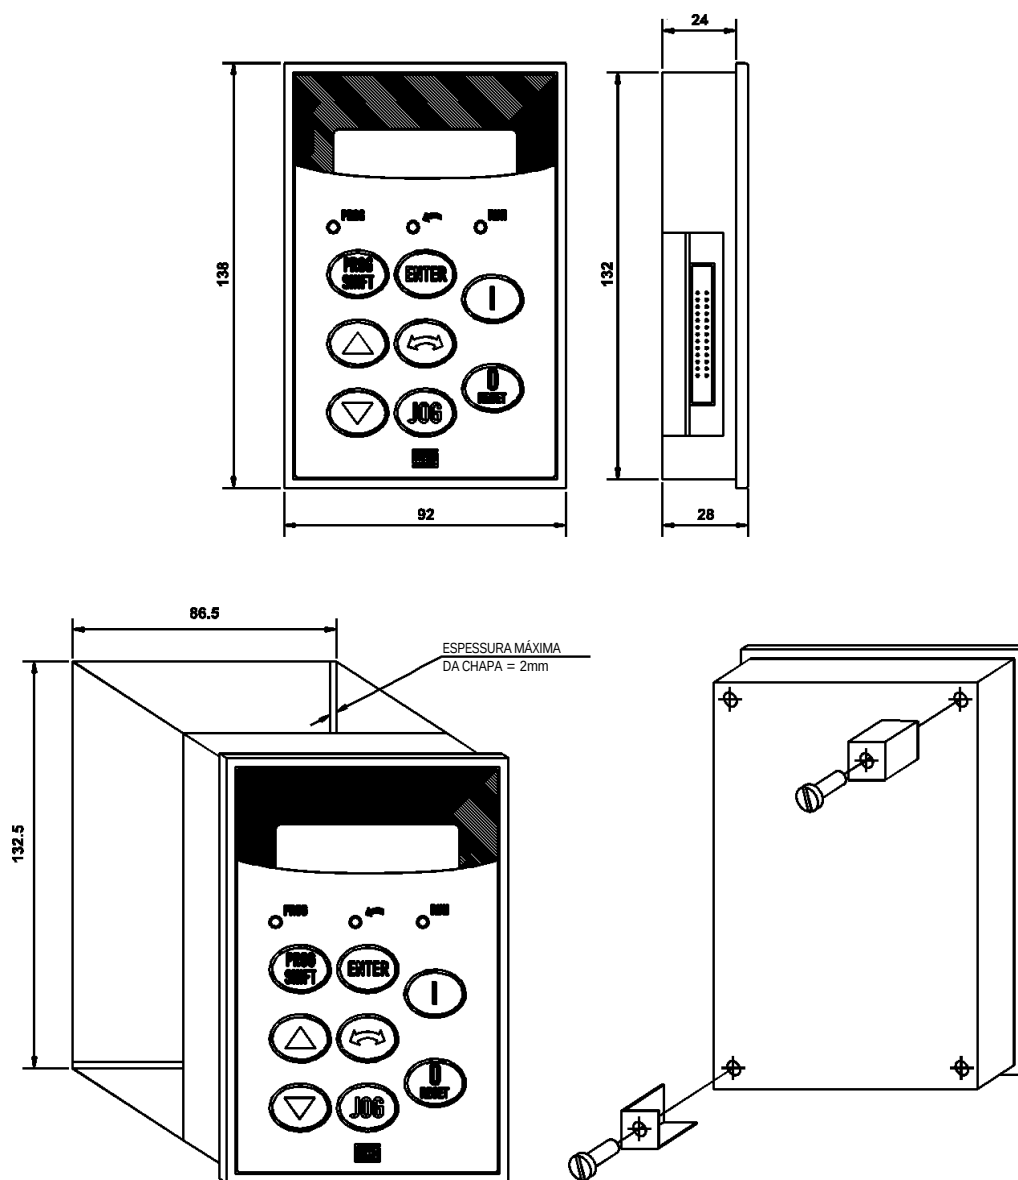

Figura 3.12 - Dimensional/Fixação IHM-6P
- ☑ Para fixação ver figura 3.12.